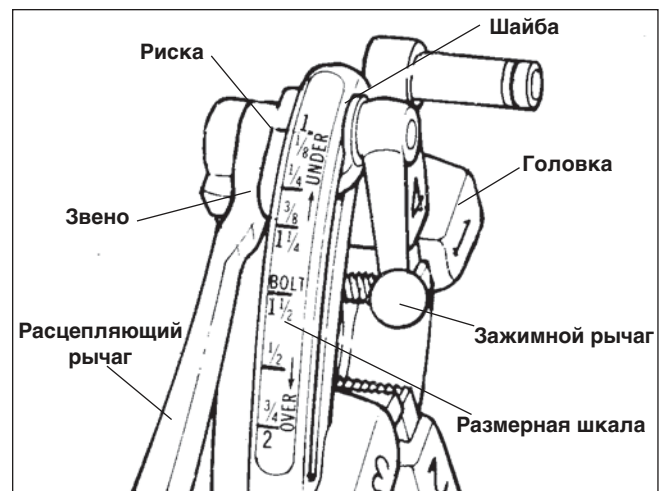

Рисунок 12 – Универсальная быстрооткрывающаяся головка
5. Быстрооткрывающаяся головка 811А (рисунок 12) – Вращайте расцепляющий рычаг в закрытое положение.
10. Быстрооткрывающаяся резьбонарезная головка №811А (рисунок 12) – По завершении резьбы поднимите расцепляющий рычаг в открытое положение, отводя гребенки.
ВНИМАНИЕ! Для универсальной резьбонарезной головки №811A (рисунок 12) для правых резьб требуется четыре набора гребенок для нарезания резьбы на трубы диаметром 1/8 – 2. Один набор гребенок требуется для каждого из следующих диапазонов размеров труб: (1/8), (1/4 – 3/8), (1/2 – 3/4) и (1 – 2).